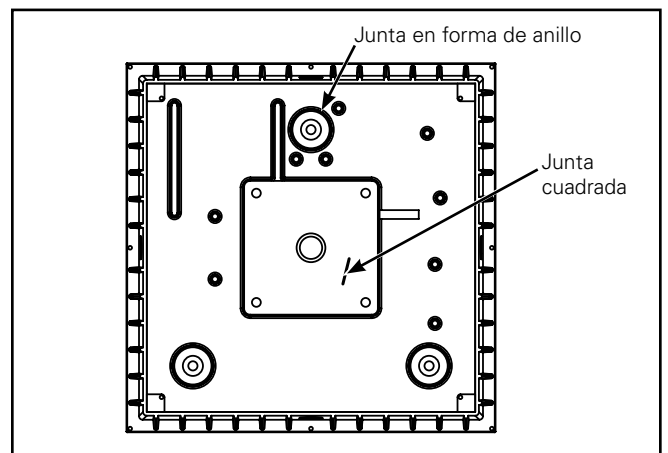

Figura 8.
5. Retire la parte posterior de cada una de las tres juntas en forma de anillo y colóquelas en la parte posterior de la carcasa de fundición en cada uno de los tres orificios de montaje (la junta posee adhesivo en un lado). Use la junta cuadrada para sellar la carcasa de fundición en la caja de conexiones (Figura 8).